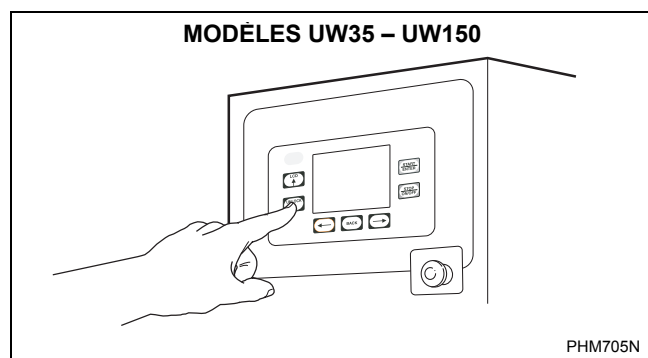

Figure 8
2. Pressez le bouton de déverrouillage de la porte situé à la partie inférieure gauche de l'avant du contrôle. Se reporter à la *Figure 8*.